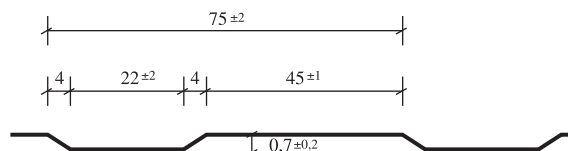

FIGURE 2.1
- Deux faces en acier galvanisée, profilé ou lisse, prélaquage. (Figure 2.1)